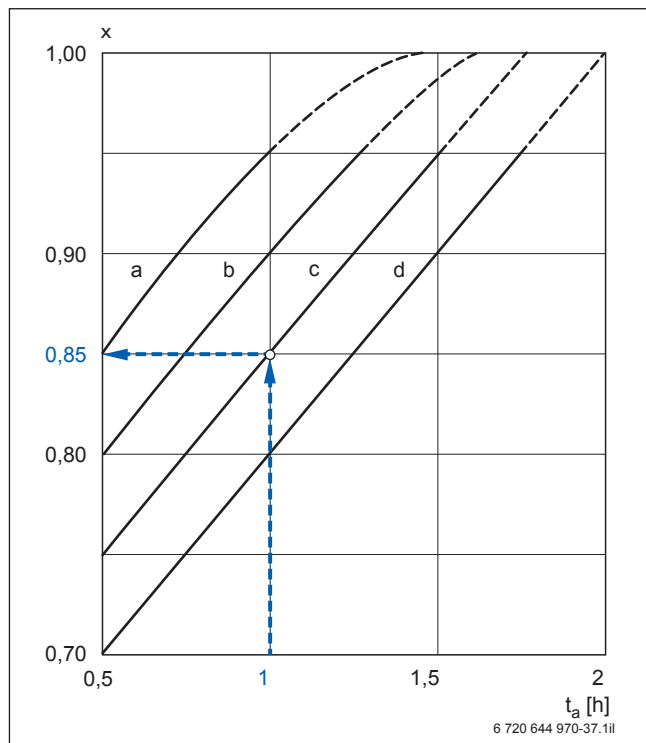

Bild 48 Übertragungs-Korrekturfaktor x; Beispiel blau hervorgehoben (Vorlage → Bild 127, Seite 146)
Das Bild 175 (→ Seite 170) zeigt den Übertragungs-Korrekturfaktor x in Abhängigkeit von der Aufheizzeit (Beispiel → Bild 48). Wenn die Rücklauf­temperatur höher als die Speichersolltemperatur ist, gilt die Kurve a (für 60 °C Speichersolltemperatur) oder Kurve b (für 45 °C Speichersolltemperatur). Wenn die Rücklauf­temperatur unter der Speichersolltemperatur liegt, gelten die Kurven c oder d entsprechend.
- Es gilt Kurve c (→ Bild 48): Übertragungs-Korrekturfaktor  $x = 0,85$
**Legende zu Bild 48:**